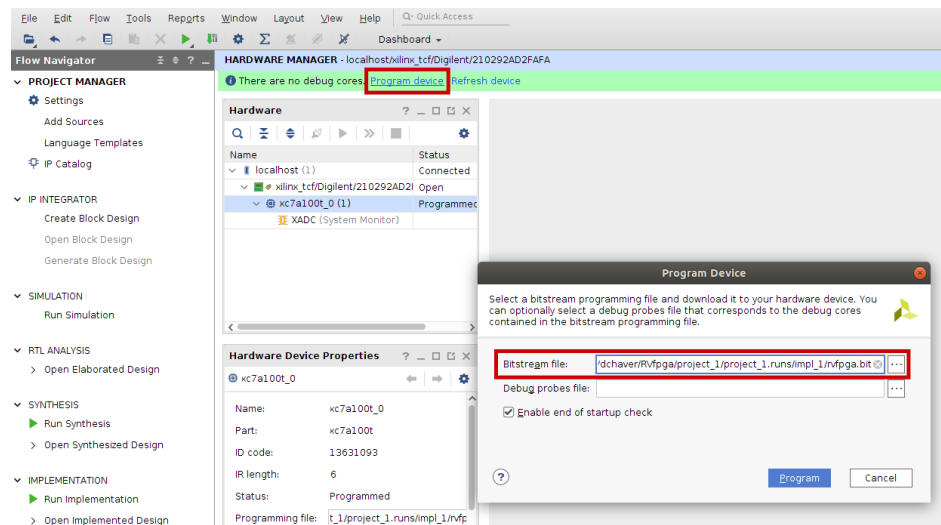

图113. 编程设备
- f. 选择 “Program device”（编程设备），如图113所示。现在，需要将RVfpgaNexys加载到FPGA上。在新窗口中，从[RVfpgaPath]/RVfpga/src/rvfpganexys.bit中选择 “Bitstream file”（比特流文件）。单击 “Program”（编程）。